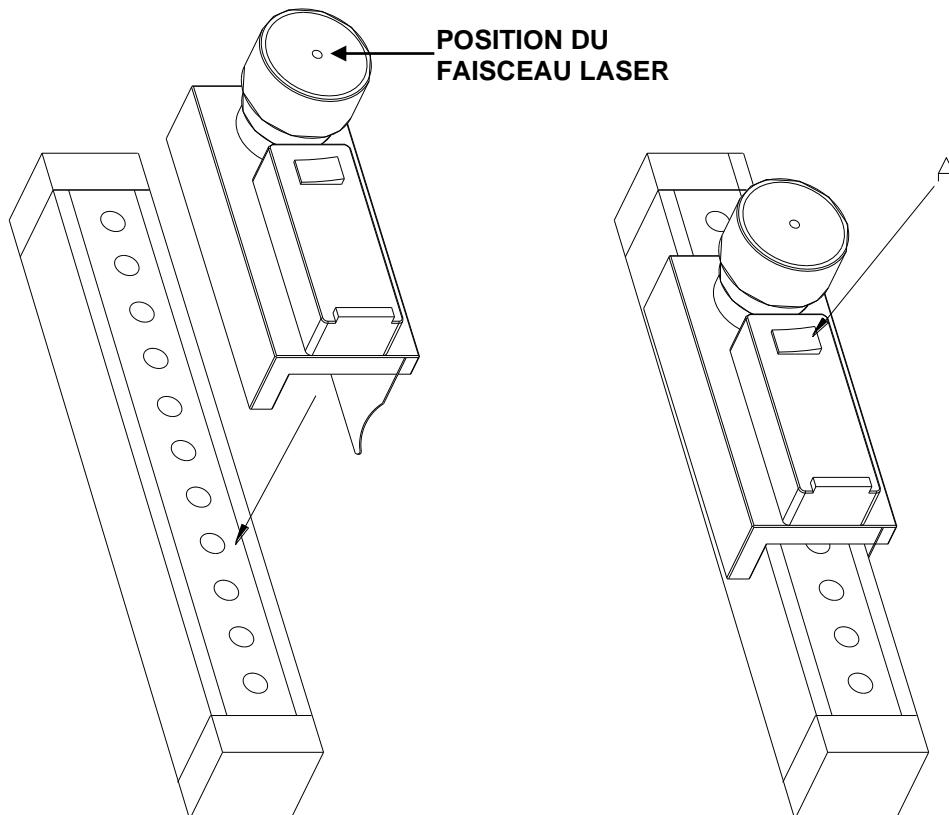

Figure 1
- Mettre le dispositif en marche au moyen de sa commande ON/OFF (**fig.1 détail A**).
➔ **Lorsque vous répétez le test, ne placez jamais le LAD4 à l'envers: le faisceau laser doit toujours être positionné comme indiqué sur la figure 1.**